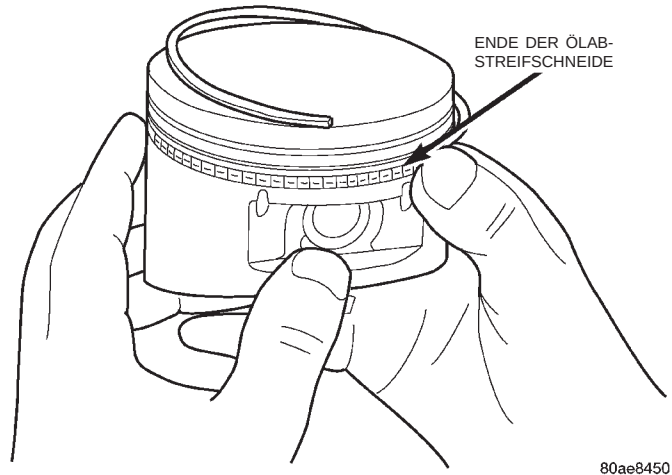

Abb. 10 Ölabstreifschneide montieren
- (2) Expanderring (Spreizring) für Ölabstreifring.
- (3) Obere Ölabstreifschneide.
- (4) Untere Ölabstreifschneide.
- (5) Mittlerer Kolbenring.
- (6) Oberer Kolbenring.
- (7) Die Ölabstreifschneide wird montiert, indem man eines ihrer Enden zwischen Kolbenringnut und Expanderring ansetzt. Das Ende festhalten und schrittweise eindrücken, bis die Ölabstreifschneide vollständig montiert ist. **Für diesen Arbeitsschritt keine Kolbenring-Spreizzange verwenden (Abb. 10).**